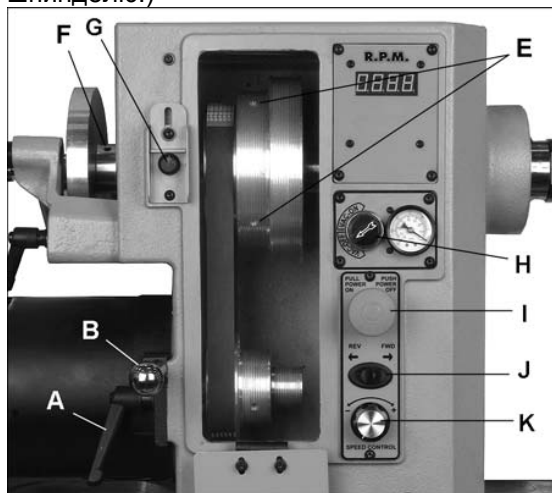

Рис. 33
1. Нажмите кнопку блокировки шпинделя (см. G, Рис. 33) и слегка поверните шпиндель, пока кнопка полностью не утопится. Задвиньте планку на кнопку.
ослабьте два установочных винта на шкиве шпинделя (Е, Рис. 33) при помощи шестигранного ключа и передвиньте шкив в нужную позицию. Затяните винты.
См. Рис. 33.
7. При замене шкива шпинделя, ослабьте два установочных винта (Е, Рис. 33) и сдвиньте шкив со шпинделя.
10. Установите делительный диск на место и затяните установочные винты (F, Рис. 33).
11. Выровняйте новый шкив (См. раздел 5.14, «Выравнивание ремня и шкивов»), затем крепко закрутите два установочных винта (Е, Рис. 33) на шкиве.
См. рис. 33 и 34